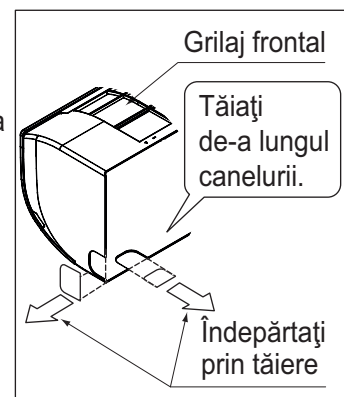

Fig. 4
- Dacă folosiți șuruburile de prindere pentru panoul de instalare (2), fixați folosind cel puțin 4 șuruburi pe fiecare parte (8 șuruburi în total (categoria 15-32), 9 șuruburi (categoria 40-63)) pentru poziția de instalare cu cleme recomandată pe șablonul de hârtie inclus pentru instalare (3).
(3) Dacă utilizați pozițiile stânga, stânga-jos, dreapta, sau dreapta-jos pentru tubulatură, decupați orificiul de trecere a tubulaturii prin grilajul frontal. (Consultați Fig. 4)